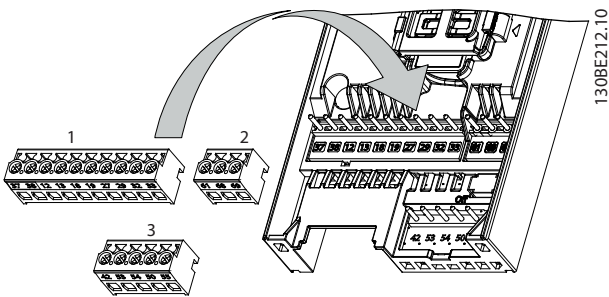

Abbildung 2.8 Anordnung der Steuerklemmen
*Abbildung 2.8* zeigt die steckbaren Anschlüsse des Frequenzumrichters. *Tabelle 2.3* und *Tabelle 2.4* fasst Klemmenfunktionen und Werkseinstellungen zusammen.
Steuerklemmenanschlüsse am Frequenzumrichter sind steckbar und ermöglichen so eine einfache Installation (siehe *Abbildung 2.8*).